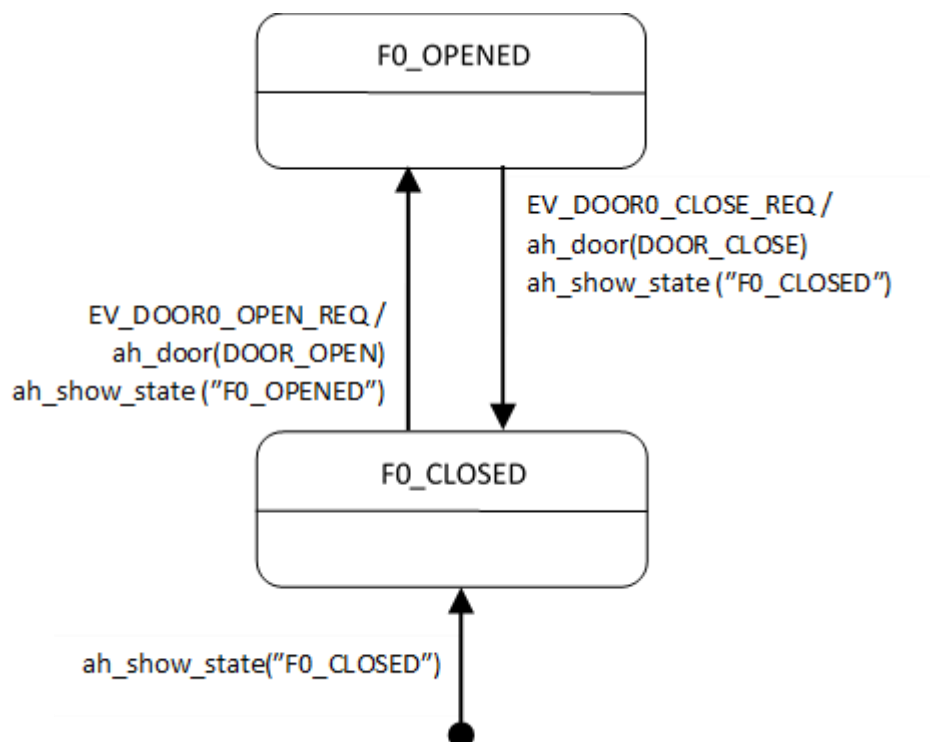

Abbildung 2: UML-State-Diagramm 'Türsteuerung'
In einem ersten Schritt soll eine einfache FSM gemäss **Abbildung 2** für den Türöffnungsmechanismus im Keller ("F0") implementiert werden:
- Implementieren Sie die Funktionen `fsm_init()` und `fsm_handle_event()` im Modul `state_machine` gemäss dem Diagramm in **Abbildung 2**.